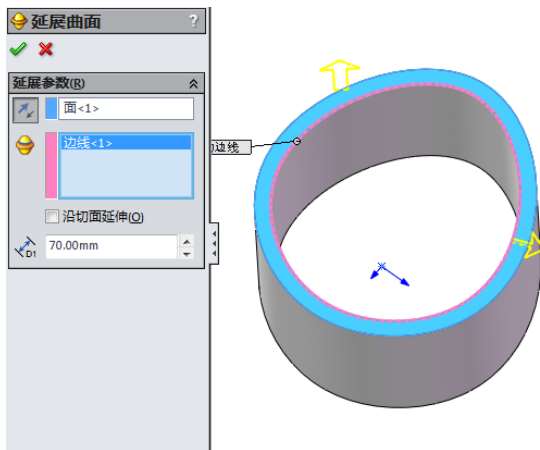

图 6-53 延展曲面
**04** 单击“延展参数”栏中的第一个显示框，然后在图形区域中选择模型面作为与延展曲面方向，如图 6-53 所示。延展方向将平行于模型面。